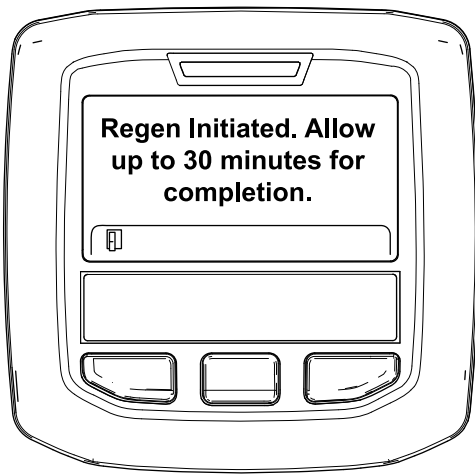

Figura 44
- Se a regeneração for permitida, surge a mensagem "Regen Initiated. Allow up to 30 minutes for completion" (Regen. iniciada. Aguarde 30 minutos até ser concluída) no InfoCenter; aguarde até que a máquina conclua o processo de regeneração em estacionamento (Figura 44).